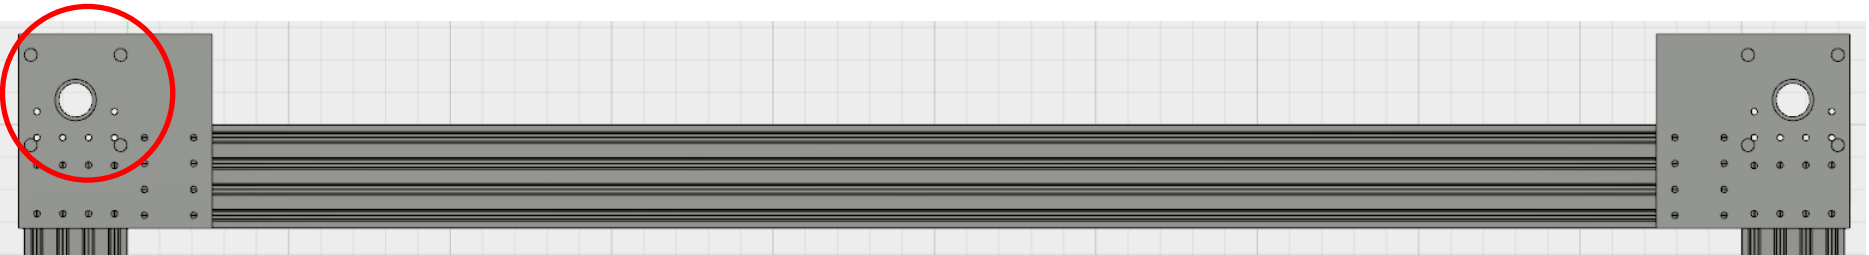
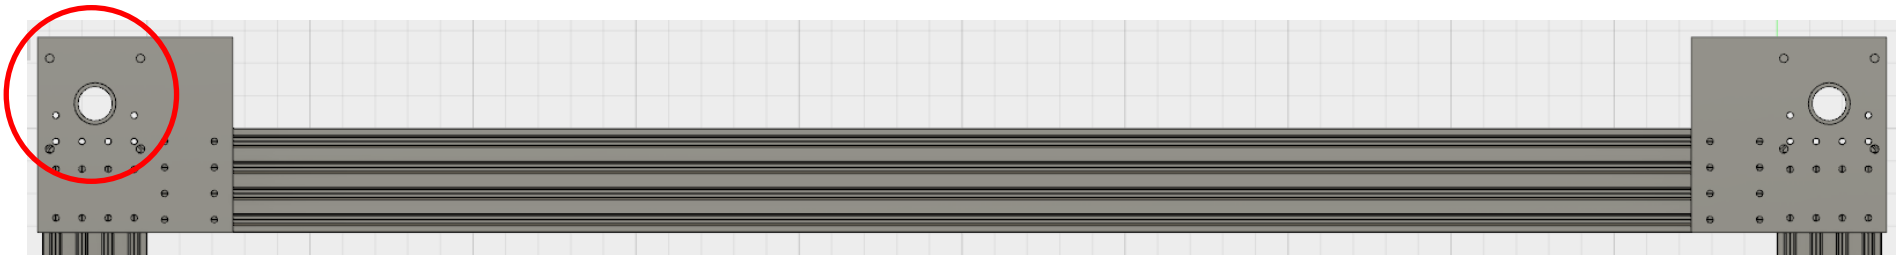

Abbildung 6: Motormount hinten – 1. Platte
Abbildung 7: Motormount vorne – 2. Platte
- Wichtig ist die Ausrichtung der Platten. Denkt daran, dass hinten zuerst die Platten befestigt werden müssen, welche eine Aussparung für den Schraubenkopf besitzen, während es vorne die sind, die ein Loch für eine Schraube bei den Motoren besitzen (vgl. Bild 6 und Bild 7)